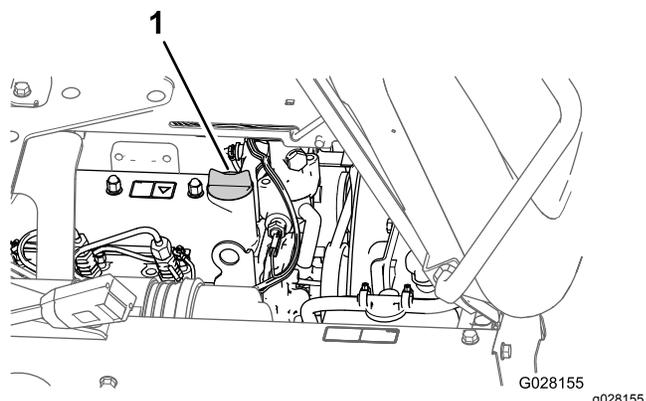

Figura 72
5. Rimuovete il tappo di riempimento dell'olio dal collo del bocchettone del coperchio della valvola del motore (Figura 72) e lentamente versate circa l'80% della quantità d'olio specificata nel collo del bocchettone.
8. Montate il tappo di riempimento dell'olio sul collo del bocchettone (Figura 72).